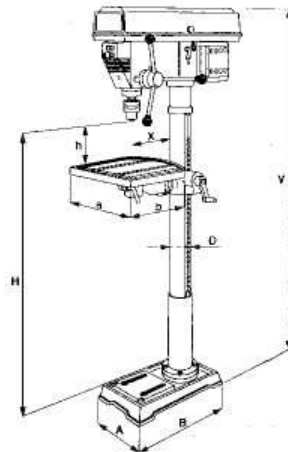

Рисунок 2.
3.1. Технические характеристики.(см. рис. 2)